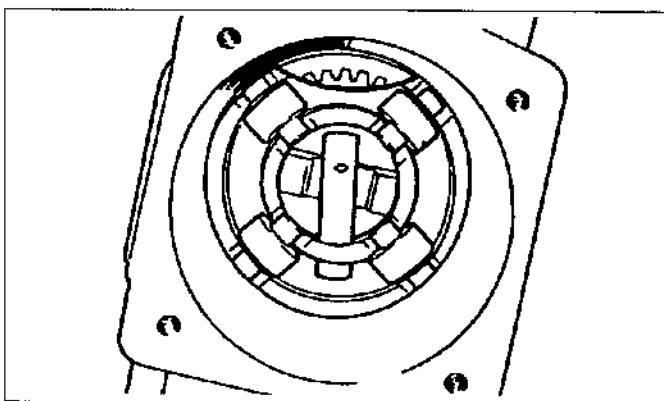

Figura.14-13 Instalación del anillo de rodillo
(3) Con la envoltura de la bomba en la posición vertical, baje con cuidado el conjunto del anillo de rodillo a la bomba, con la sección ranurada del anillo hacia la parte superior de la envoltura de la bomba. A medida que baja el anillo de rodillos a la bomba, coloque las partes macizas del eje impulsor de modo que el pasador deslizante del variador quede entre las colas. (Vea la figura.14-13)